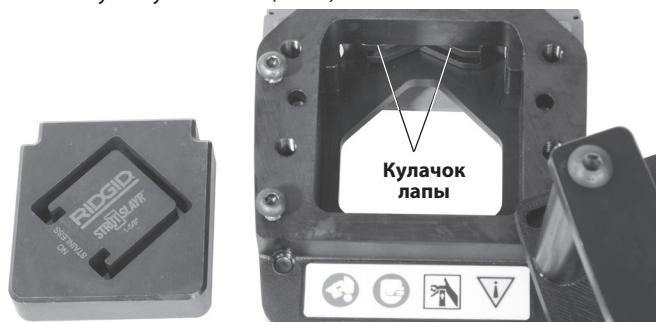

Рис. 4 - Смазка режущей головки для стоечных профилей
3. Нанесите тонкий слой консистентной смазки общего назначения со всех сторон подвижного штампа. Обильно нанесите смазку на кулачки лап. (Рис. 4)